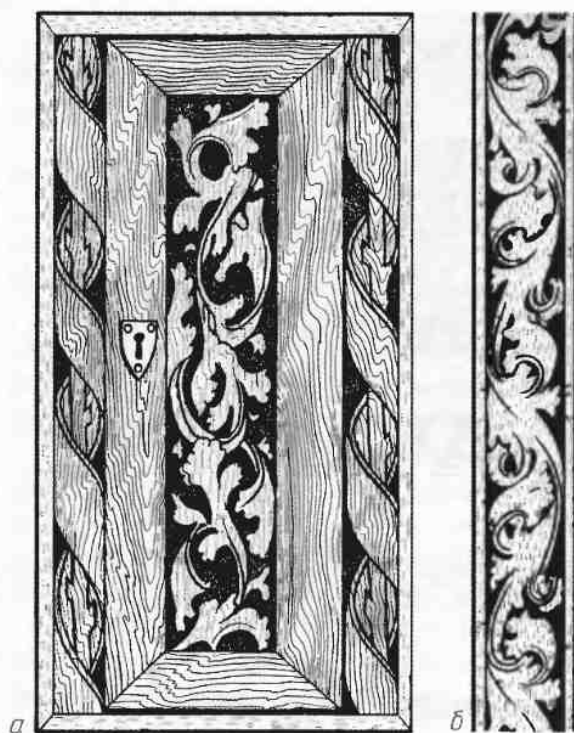

Рис. 188. Контурная резьба: а — двери; б — фриза на карнизе (фон тонирован)
*Контурная резьба* включает резьбу, в которой контурная обрисовка изображаемых фигур линией-выемкой резко выражена (рис. 188, а, б). Чаще всего это бывают изобразительные мотивы: анималистические (фигуры животных) и растительные, но могут быть мотивы и геометрической формы (иногда нет резкой разницы между геометрической и контурной резьбой). Сюда же относится и контурная резьба в виде тонких, часто очень узорных линий, называемая гравировкой.